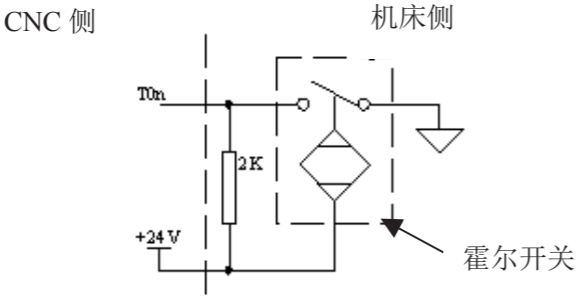

图 2-37
3、刀具刀位信号机床外部连接电路如图 2-37 所示，刀位信号为低电平有效时，需外接上拉电阻。